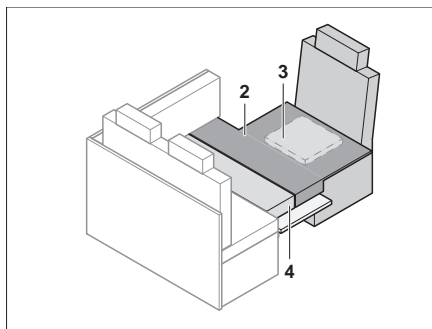

Fig. 142 Dopo la trasformazione
- Applicare i cuscini aggiuntivi come illustrato in Fig. 142.